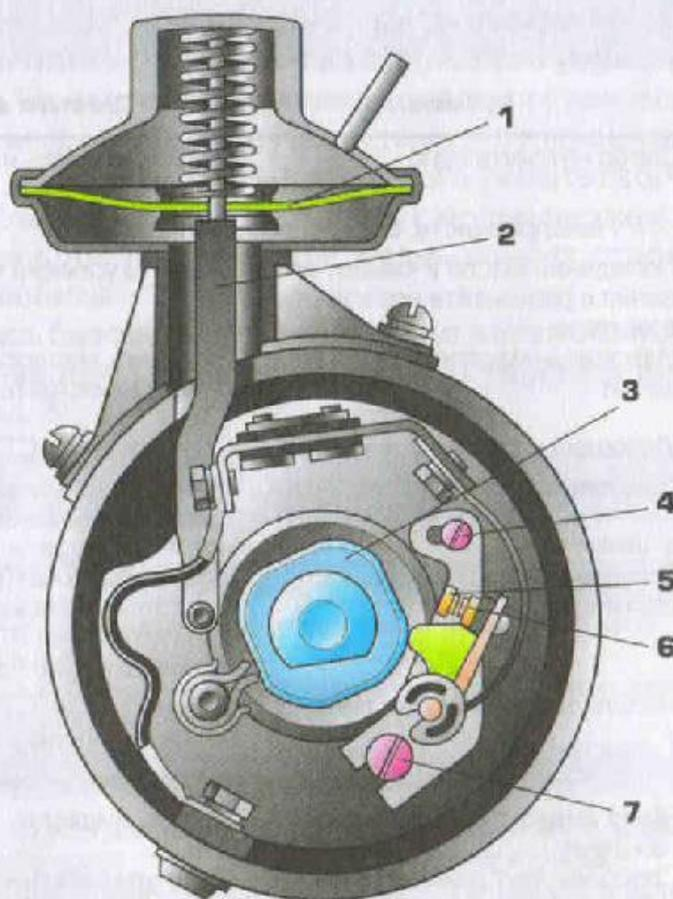

Рис. 44. Прерыватель:
**Неисправность прерывателя** (рис. 44) чаще всего возникает при загрязнении, замасливание, изнашивании или подгорании контактов. Она проявляется в образовании слабой искры. Детали прерывателя очищают замшей, смоченной в бензине, и протирают насухо. Подгоревшие контакты 5 и 6 зачищают плоским надфилем, обеспечивая их параллельность при размыкании и плотное соединение при замыкании. При необходимости зазор между контактами прерывателя регулируют, как описано в Руководстве по эксплуатации автомобиля. Величина зазора между полностью разомкнутыми контактами прерывателя автомобилей ВАЗ-2101...-2107 должна находиться в пределах 0,35...0,45 мм.